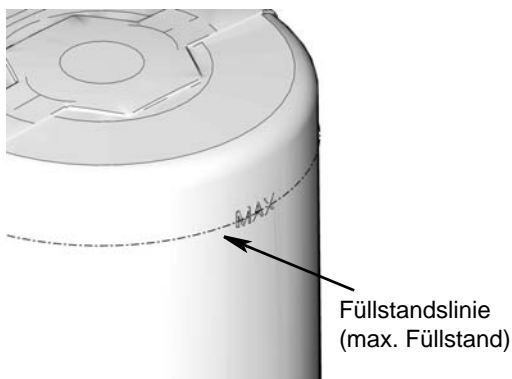

ABB. 14
- Schmiermittelbehälter dabei nicht überfüllen (ABB. 14).